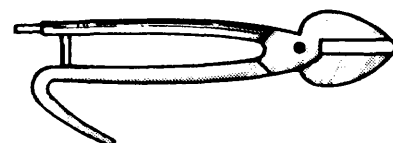

Fig. 2
- b) Tijera de láminas largas, para cortes rectos y curvos de radio grande (fig. 2).